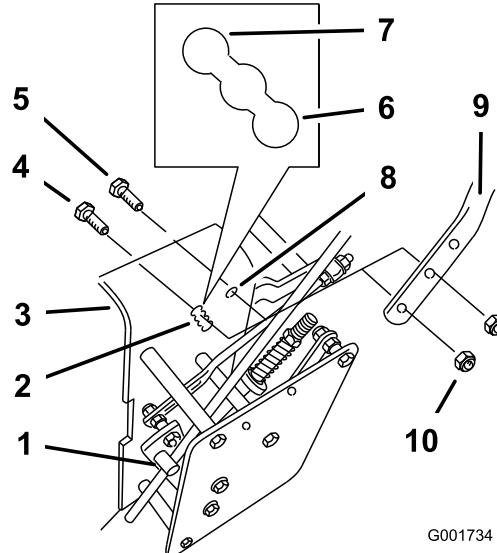

Figure 23
2. Desserrez les boulons à embase supérieurs (3/8 x 1-1/4 po) et l'écrou à embase de fixation de la poignée au bâti arrière (Figure 23).
3. Retirez les boulons à embase inférieurs ((3/8 x 1 pouce)) et les écrous à embase de fixation du guidon au bâti arrière (Figure 23)